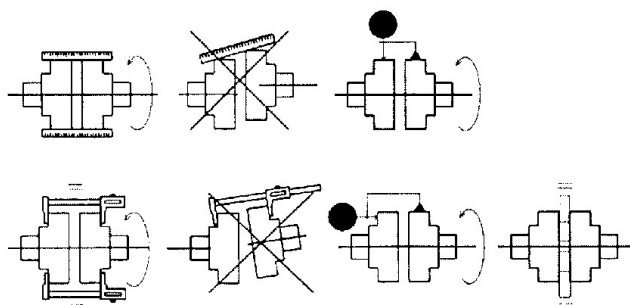

Рисунок 7. Центрирование валов насоса и мотора
• Центрирование валов мотора и насоса при монтаже является обязательным условием для бесперебойной работы агрегата. Плохая центровка приведет к появлению повышенных вибраций, шума, перегреву (разрушению) подшипников мотора, износу (поломке) муфты и в целом к выходу из строя агрегата. Отсюда следует, что необходимо правильно провести центрирование валов насоса и мотора и периодически осуществлять её контроль. Упругая муфта не предназначена для корректировки неправильно отцентрированных валов насоса и мотора. Центрирование необходимо для того, чтобы вал насоса и мотора находились на одной оси (см. рисунок 7).